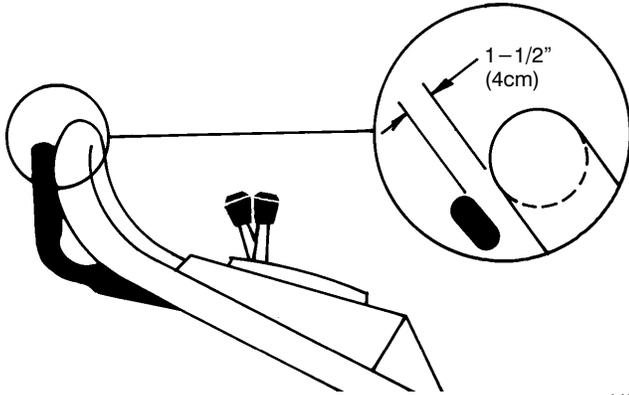

Figure 20
4. Serrer lentement la barre de commande vers le mancheron jusqu'à ce qu'on sente une résistance. Le réglage est correct si la barre se trouve alors à 1-1/2" (13 à 25 mm) du mancheron (Fig. 20).